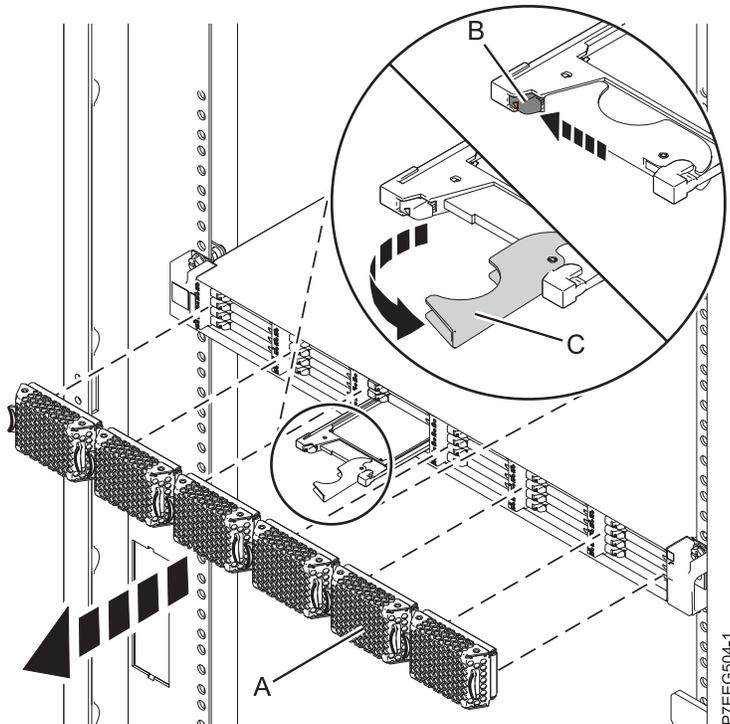

Figura 40. Extracción de la unidad de estado sólido de Alojamiento de almacenamiento 5888 PCIe
1. Retire la placa frontal (A) que cubre la ranura que contiene la unidad de estado sólido. Consulte Figura 40 en la página 64.
2. Deslice suavemente el pestillo de liberación (B) por encima para desbloquear el asa de la unidad.
3. Agarre el asa (C) y saque parcialmente la unidad de la ranura.